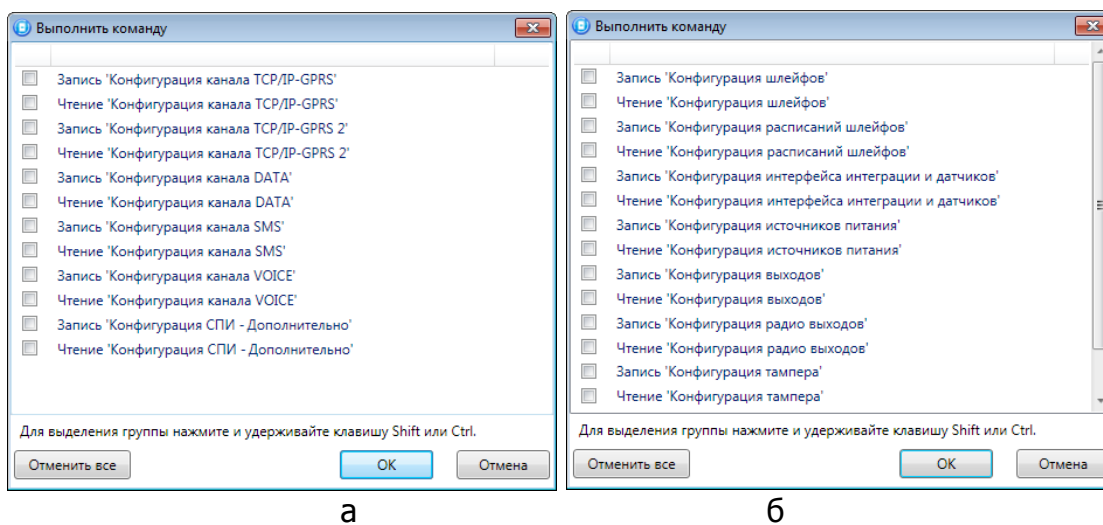

Рис. 6.2. Окно *Выполнить команду* (а — конфигурация СПИ, б — конфигурация ПКП)
- *Выполнить команду:* открытие окна *Выполнить команду* (Рис. 6.2), с помощью которого можно записать или считать отдельные группы параметров (актуально при медленной скорости передачи данных или тарификации по объему передачи данных).